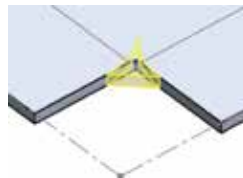

图 5.219 折弯腰释放槽
- **折弯腰** 释放槽类型：用于在释放槽边线处切除折弯腰形状材料，如图 5.219 所示。